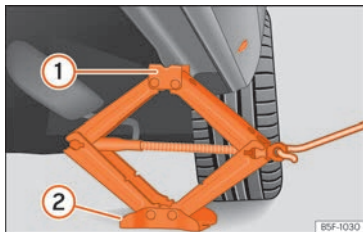

Fig. 75 Mise en place du cric.
- Tournez la manivelle du cric*, placé sous le point d'appui du bas de caisse, pour le lever jusqu'à ce que l'ergot ① » » fig. 75 se trouve sous le logement en plastique prévu à cet effet.
- Alignez le cric* de sorte que l'ergot ① « s'encastre » dans le logement en plastique prévu à cet effet sur le bas de caisse et que la plaque de base mobile ② repose sur le sol. La plaque de base ② doit tomber à la verticale par rapport au point d'appui ①.